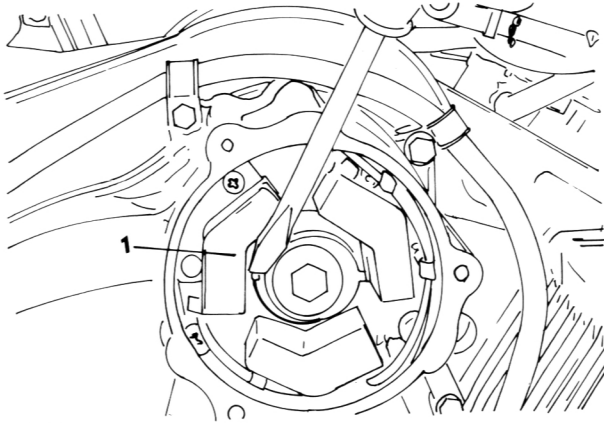

Bild 150
- Mit Hilfe eines Schraubenziehers den Rotor und den Metallkörper (1) eines Impulsgebers verbinden (Bild 150).